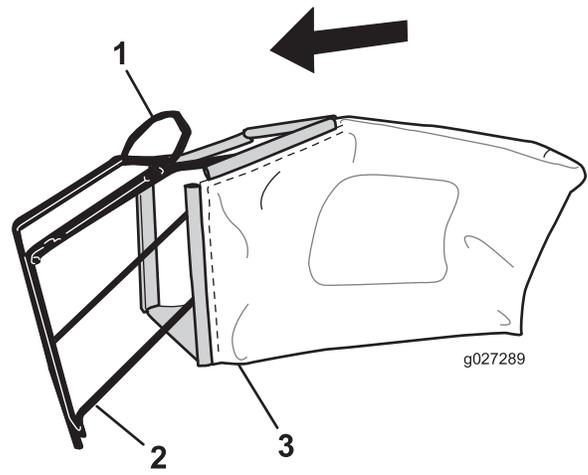

Figura 8
1. Coloque la bolsa de recogida sobre el bastidor, según se muestra en la Figura 8.